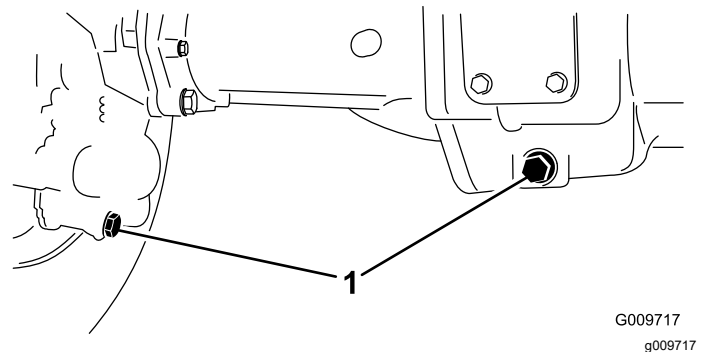

Figure 80
2. Nettoyez la surface autour des 3 bouchons de vidange, 1 à chaque extrémité et 1 au centre (Figure 80).